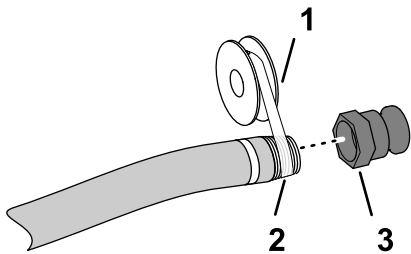

Bild 5
5. Tragen Sie PTFE-Gewindedichtungsmittel auf das Gewinde des Füllschlauch-Anschlusstückes auf (1") (**Bild 5**).
6. Schrauben Sie die Schnelltrennkupplung auf den Füllschlauch und ziehen sie mit der Hand fest (**Bild 5**).